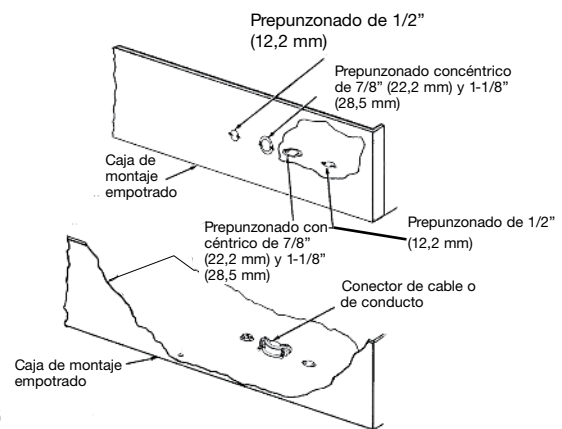

Figura 6
- Extraiga la caja de montaje empotrado (Figura 6) de la caja que contiene el gabinete de montaje empotrado tipo FIE-REB-N or FIE-REBNW-W.
- Retire uno de los troqueles que están cerca del tornillo de puesta a tierra e instale un conector de cables o conductos (Figura 6).